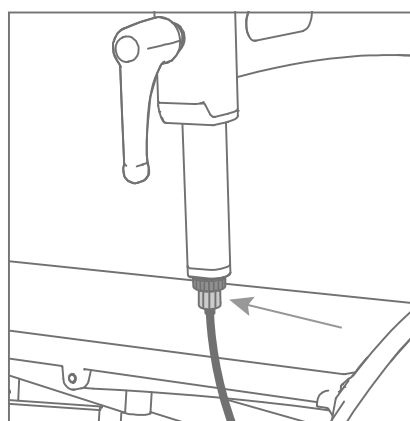

Figure 71: Réglage du frein par la vis de réglage, juste en dessous de la bague de verrouillage.
- Desserrez d'abord la bague de verrouillage (tirez le câble vers le bas pour faciliter l'opération). Cela vous donne l'espace nécessaire pour serrer ou desserrer la vis de réglage située en dessous (**Figure 71**).